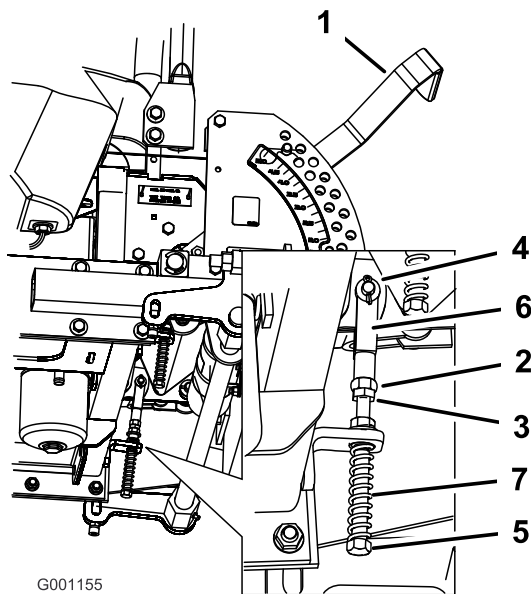

Figura 77
non si trova al centro, in posizione di bloccaggio in folle (Figura 77).
10. Serrate il dado e il controdado (Figura 77).
8. Se occorre regolare, allentate il dado e il controdado contro la forcella (Figura 77).